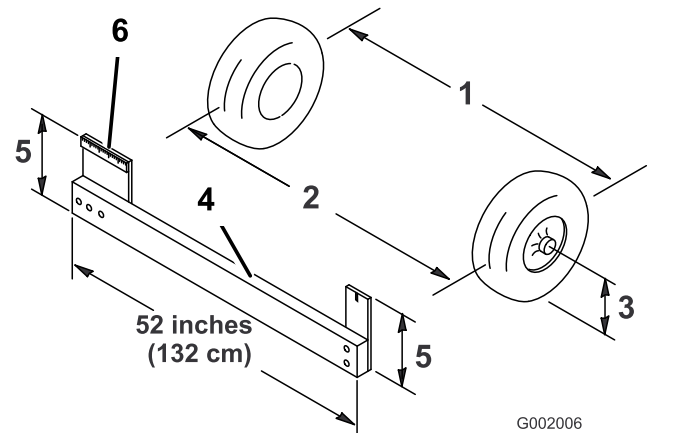

Figure 51
- Mesurez la distance entre les roues avant à hauteur d'essieu, à l'avant et à l'arrière des roues (Figure 51).
précisément l'arrière des roues avant à hauteur d'essieu. Utilisez le même gabarit ou contrôleur d'alignement pour mesurer précisément l'avant des roues avant à hauteur d'essieu (Figure 51).